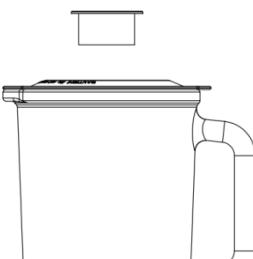

Fig.7
7. Si vous souhaitez ajouter des ingrédients pendant que le mixeur fonctionne, retirez le verre mesureur et introduisez les aliments par l'ouverture du couvercle. (voir Fig.7)